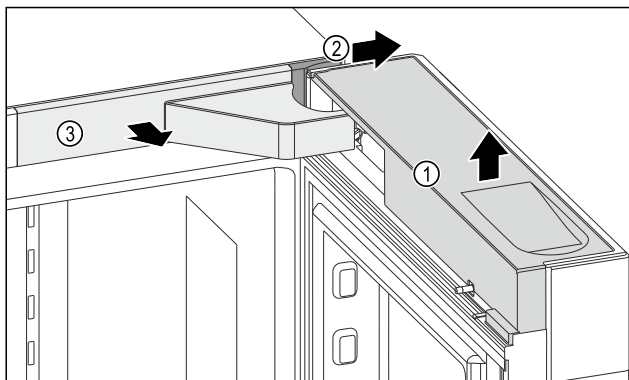

Fig. 10
- ▶ Sejměte kryt Fig. 10 (1).
- ▶ Sejměte kryt Fig. 10 (2).
- ▶ Sejměte kryt Fig. 10 (3).